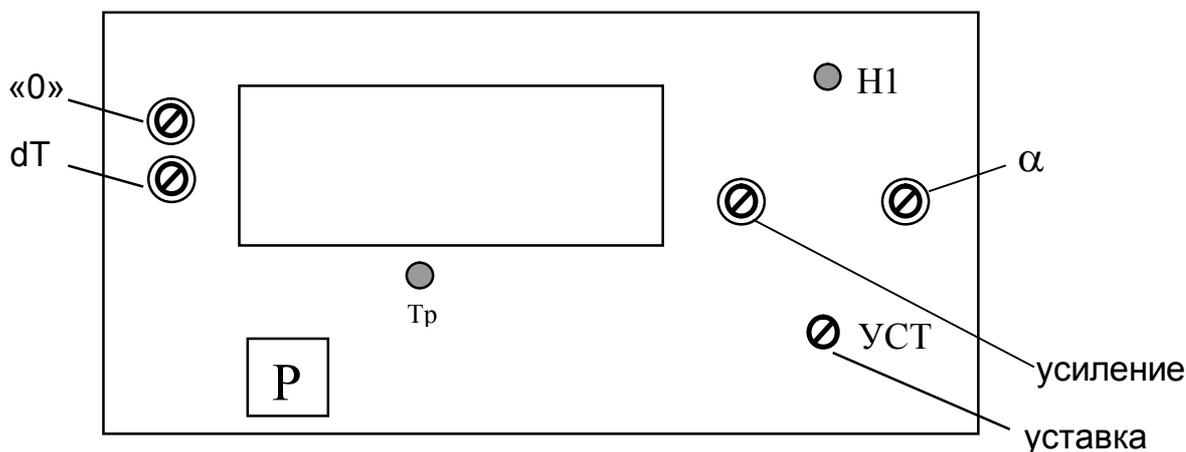

Рис.2
3.2 На лицевую панель выведены (см рис.2):
3.3 Значение параметра T_r устанавливается с помощью соответствующего потенциометра (см рис.2 Приложения). Его значения увеличиваются при вращении подвижной системы потенциометра по часовой стрелке и уменьшаются при вращении против часовой стрелки.